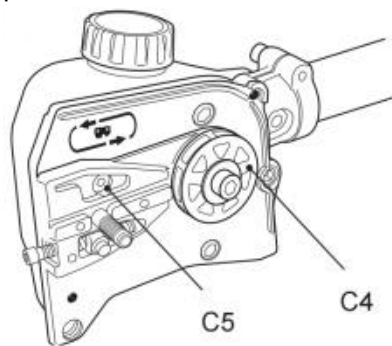

Fig. 70
2. Vérifiez que l'orifice de graissage (C5) n'est pas obstrué et nettoyez-le si nécessaire pour garantir une lubrification adéquate du guide-chaîne et de la chaîne de scie pendant le fonctionnement. Utilisez un fil souple suffisamment petit pour l'insérer dans le trou de décharge d'huile (Fig. 70).